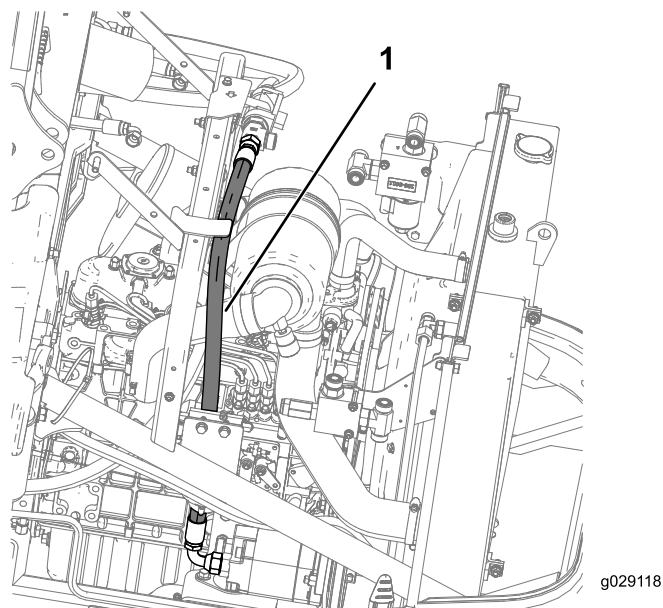

Рисунок 28
8. Установите гидравлический шланг С от тройника (наружная резьба 5/8 x 5/8 x 3/4 дюйма) на головке фильтра в сборе к переходному штуцеру (наружная резьба 5/8 x 3/4 дюйма) на шестеренчатом насосе в сборе, как показано на Рисунок 28.